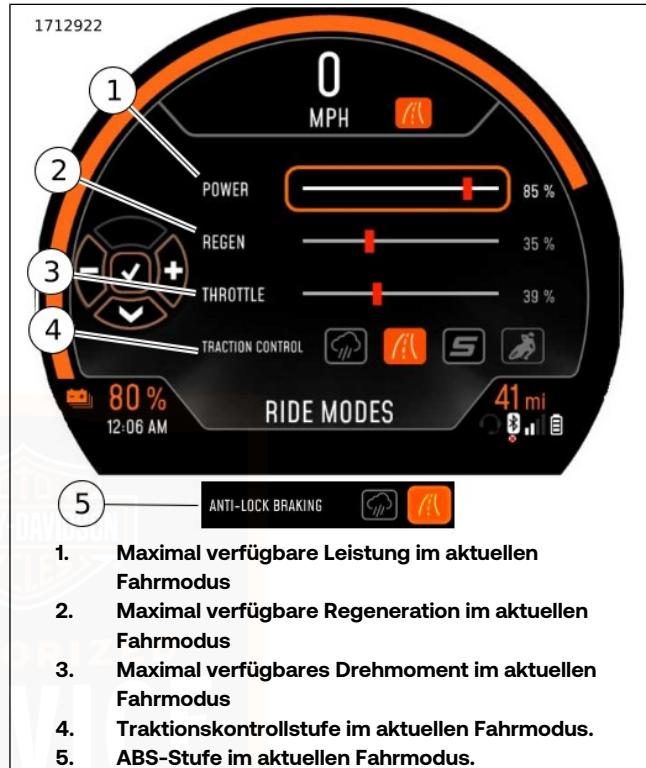

Abbildung 46. Fahrmodus-Anpassung
Benutzerdefinierte Fahrmodi müssen eingestellt werden, bevor sie verwendet werden können. Siehe Abbildung 46.
Siehe Abbildung 46. Der Bildschirm „Fahrmodus-Anpassung“ zeigt Konfigurationsinformationen für die benutzerdefinierten Fahrmodi („Custom“) an. Folgende Optionen können konfiguriert werden: Power (Leistung): Maximal verfügbare Leistung (1). Regen (Regeneration): Maximal verfügbares regeneratives Bremsen (2). Throttle (Drosselung): Maximal verfügbares Drehmoment (3). Traktionskontrolle: Es sind vier Traktionskontrollmodi verfügbar. Diese Modi passen den Grad des Eingriffs der Wheelie-Kontrolle (Vorderrad-Lift-Mitigation) sowie der Traktionskontrolle an und werden in der Reihenfolge des abnehmenden Eingriffs angezeigt: Rain > Road > Sport > Flat Track/Chicane. Ein abnehmender Eingriff erlaubt mehr Hinterradschlupf bei starker Beschleunigung und mehr Vorderrad-Lift (4). Antiblockiersystem: Es sind zwei ABS-Modi verfügbar. Diese Modi werden in der Reihenfolge des zunehmenden Eingriffs angezeigt. Stärkster Eingriff bei Rain (Regen), geringster Eingriff bei Road.